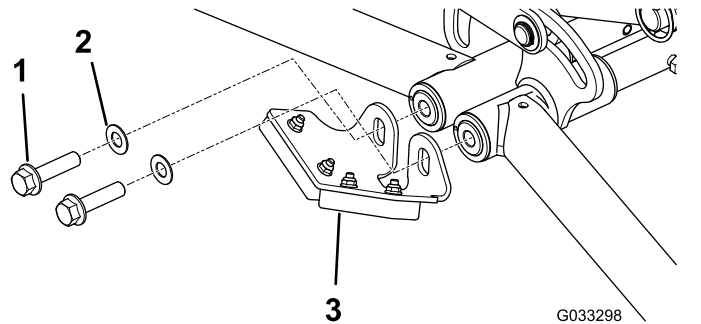

Bild 21
1. Bundkopfschraube, vorhanden (2)
2. Runde Stoßstange, vorhanden (2) – wegwerfen
4. Befestigen Sie die vordere Stoßstange und die Scheiben lose, wie in **Bild 21** abgebildet.